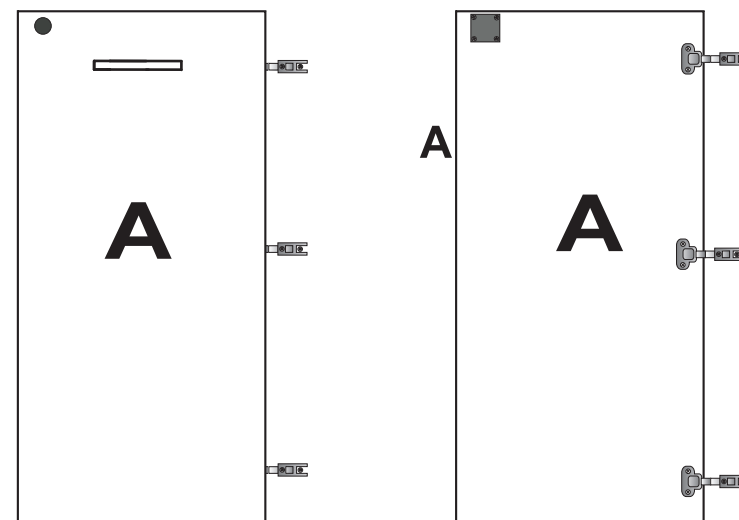
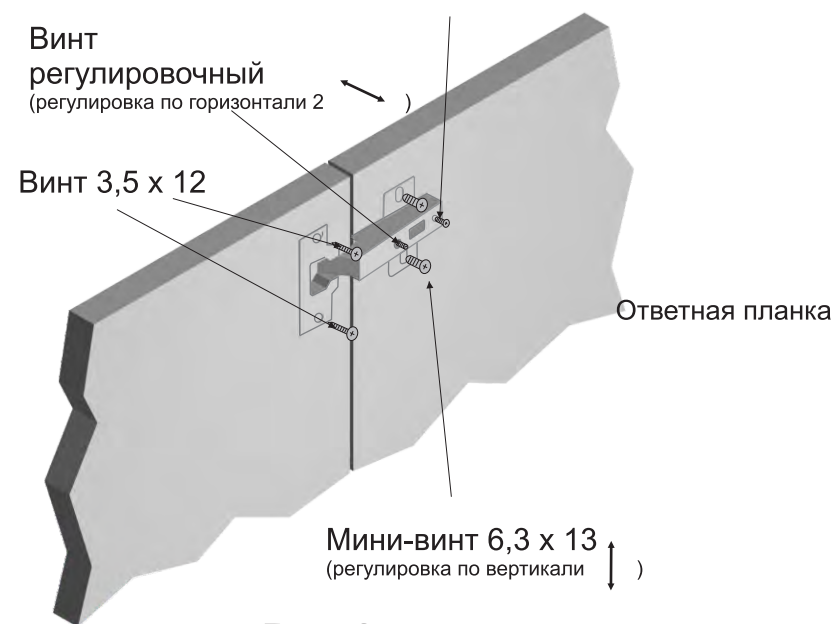

Рис.1
Рис.2
Сборка производится согласно Рис.1
Прикрутите ответные планки к боковинам В, используя мини винты (8). Прикрепите шарниры к дверям А винтами (6) (См. Рис. 1 - 2). Прикрепите двери с шарнирами к ответным планкам, используя фиксирующие и регулировочные винты (См Рис. 2). Отрегулируйте положение дверей по горизонтали и вертикали, с помощью регулировочных и фиксирующих винтов (См. Рис. 2). Используя подкладки для ручек (3) прикрепите ручки (1) к дверям А, винтами (2). Прикрепите замок (4) к двери А, используя шурупы (7).